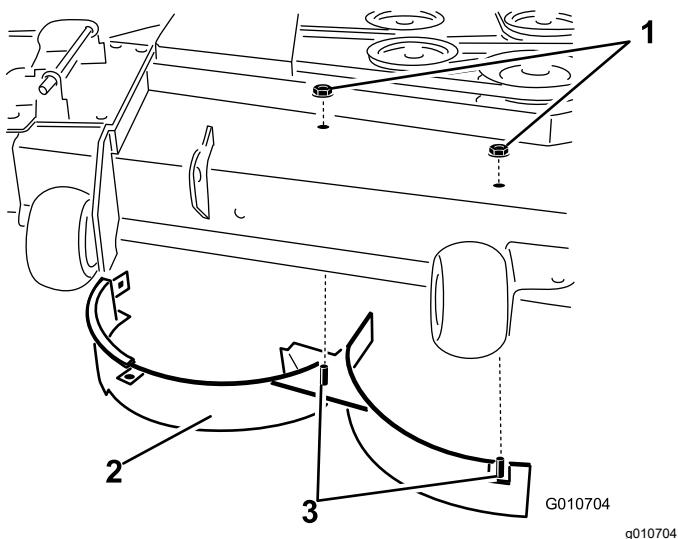

Figura 15
8. Remova as duas porcas de bloqueio (5/16 pol.) presas aos postes soldados do abafador direito, na parte superior da plataforma do cortador, nas posições central e direita (Figura 15).